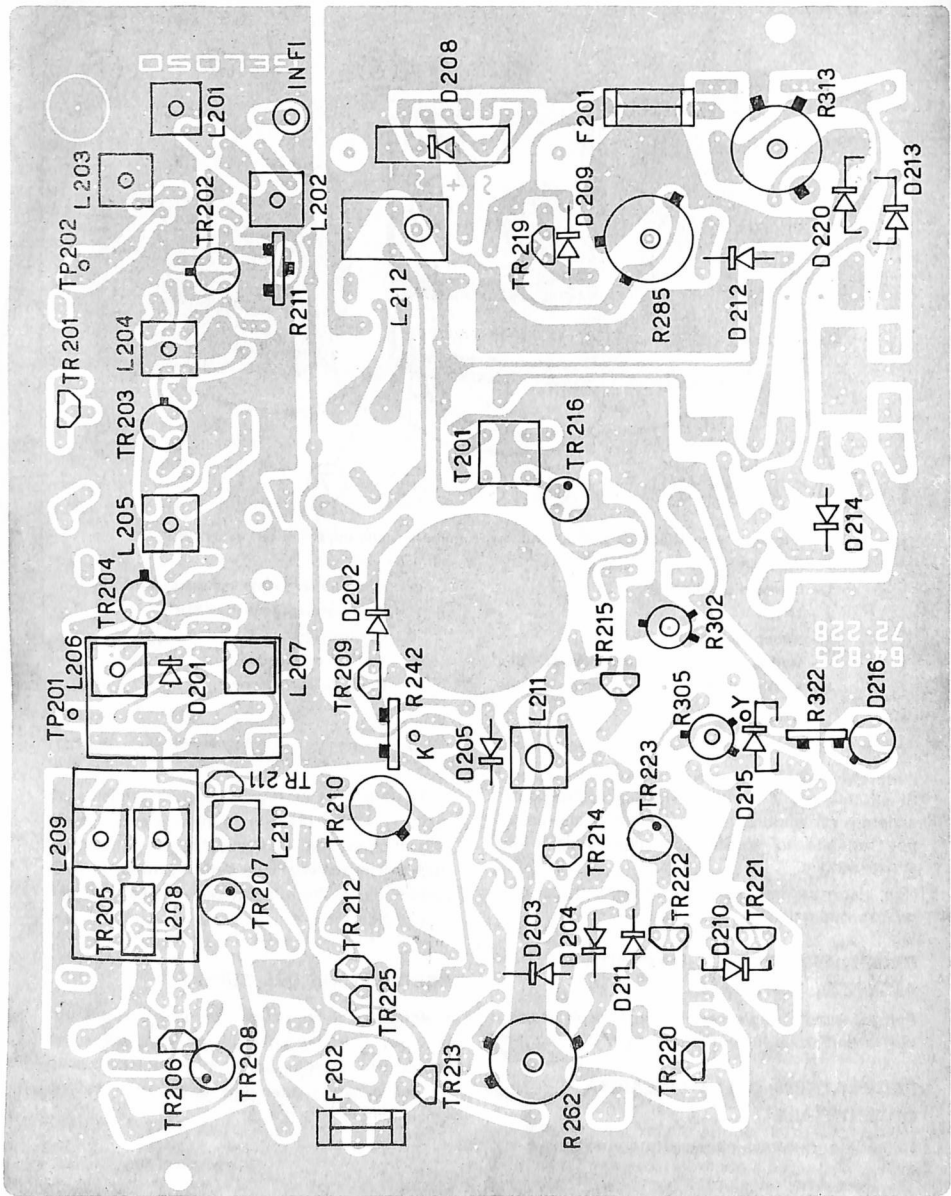

Fig. 5 - Plastra video e sincronismi vista lato rame.
Si effettua agendo sul potenziometro R 297 per il migliore interlacciato (fig. 5).
- a) Determinare la posizione centrale del potenziometro R 262 (comando non accessibile a televisore chiuso) che costituirà la regolazione fine della frequenza orizzontale (fig. 5).
- b) Portare in frequenza il quadro agendo sulla bobina dell'oscillatore a 15.625 Hz (bobina L 211 - fig. 5).
Per la linearità agire sul potenziometro R305; per la ampiezza sul potenziometro R302 (fig. 5).
L212 (fig. 5) che regola la parte sinistra del quadro. Non è prevista la regolazione dell'ampiezza orizzontale la quale dipende **unicamente** dalla giusta realizzazione del circuito ed in particolare dalla corretta taratura della tensione + 11,5 Vcc.
Sintonizzare il televisore, con una corretta proporzione tra luminosità e contrasto, sul monoscopio RAI ed agire per la migliore focalizzazione dell'immagine (massima definizione) sul potenziometro R313 (fig. 5).
5,5 MHz, sullo schermo del cinescopio, regolando eventualmente il televisore in modo che il reticolo sia ben visibile; regolare poi il nucleo della bobina L210, fino a ridurre al minimo il reticolo stesso (fig. 5).